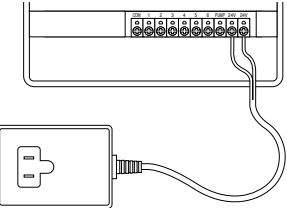

ABBILDUNG 16: Transformatoranschluss
- IEs kann erforderlich sein, die Anschlussklemme zu öffnen, um den Draht einzusetzen oder herauszunehmen. Hierzu die Schraube mit einem Kreuzschlitzschraubendreher anziehen, bis der Draht sicher hält [siehe Abb. 16].